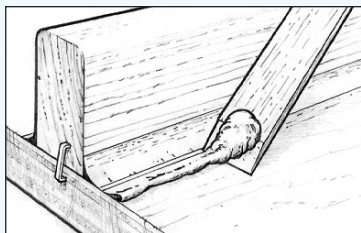

Figura 14 Limpie el exceso de epoxi que queda fuera del margen.
3. Limpie el exceso de material que queda fuera del margen usando un bastón mezclador o una espátula (*Figura 14*). También puede aplicarse tela o cinta de vidrio encima de la zona del filete antes de que se cure el filete (o una vez que el filete esté curado y lijado).